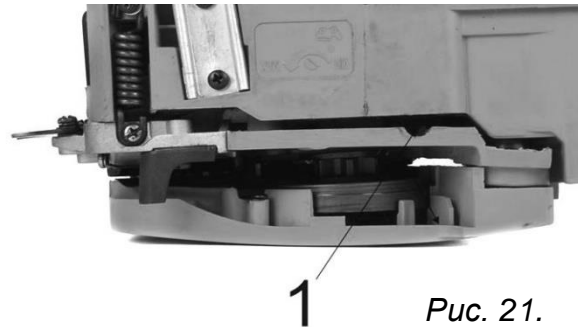

Рис. 21.
Поворот винта (1) (См. Рис. 21) по часовой стрелке уменьшает, а против часовой стрелки - увеличивает расход масла.